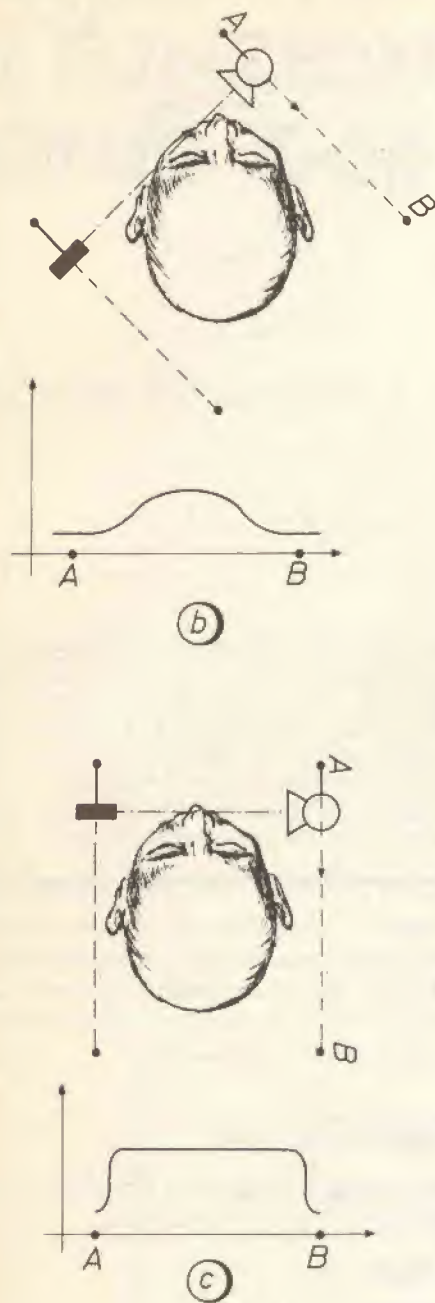

figura 4 - a) Il tubo ed il detector solidali fra loro, si muovono linearmente lungo la linea tratteggiata da A a B.
- 4) piastra con manicotto per rotore di zenit (figura 4)
Poiché il rotore di zenit deve in qualche modo essere ancorato, in figura 4 si vede la piastra con il manicotto. Il tutto è realizzato saldando una piastra, di spessore adeguato e di dimensioni opportune per raccogliere i quattro fori filettati del rotore, con un manicotto dotato di una o più viti di fissaggio. In figura 4 si vede anche il tubo che sostiene il manicotto e a cui giungono i primi due tiranti saldati (questo particolare non si nota troppo!).
In tutti i sistemi di TAC il principio generale è sempre lo stesso: un tubo radiogeno ruota attorno al paziente e dall'altro lato un detettore rivela la quantità di radiazioni che passano, ottenendo così un «profilo di assorbimento» (vedi figura 4).